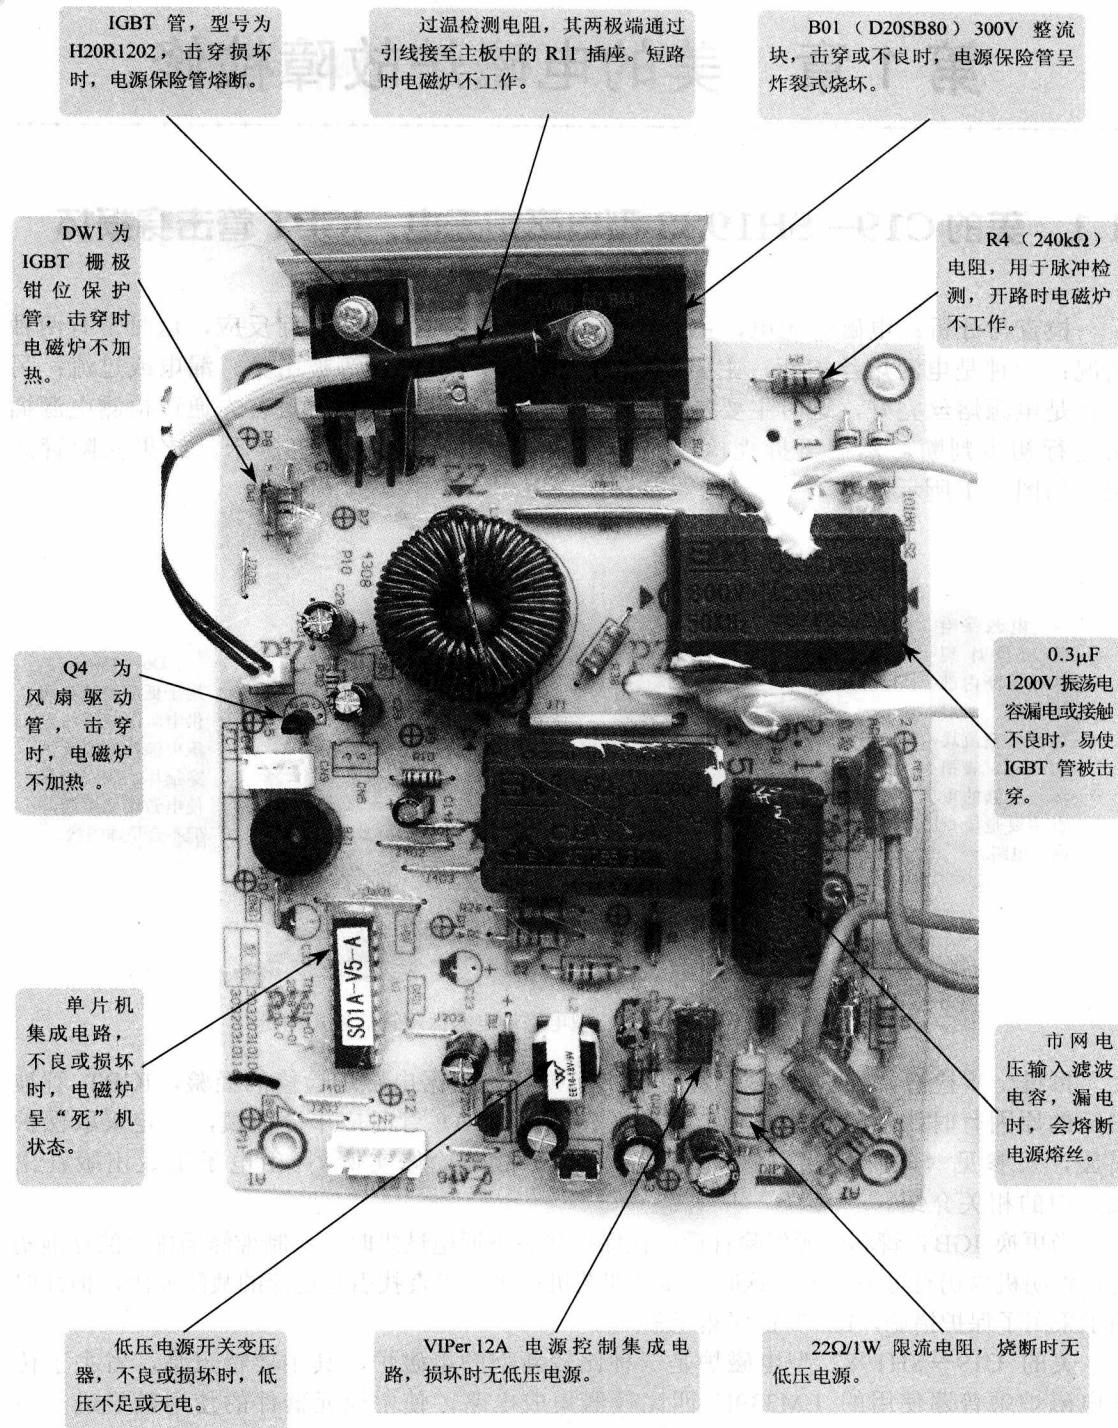
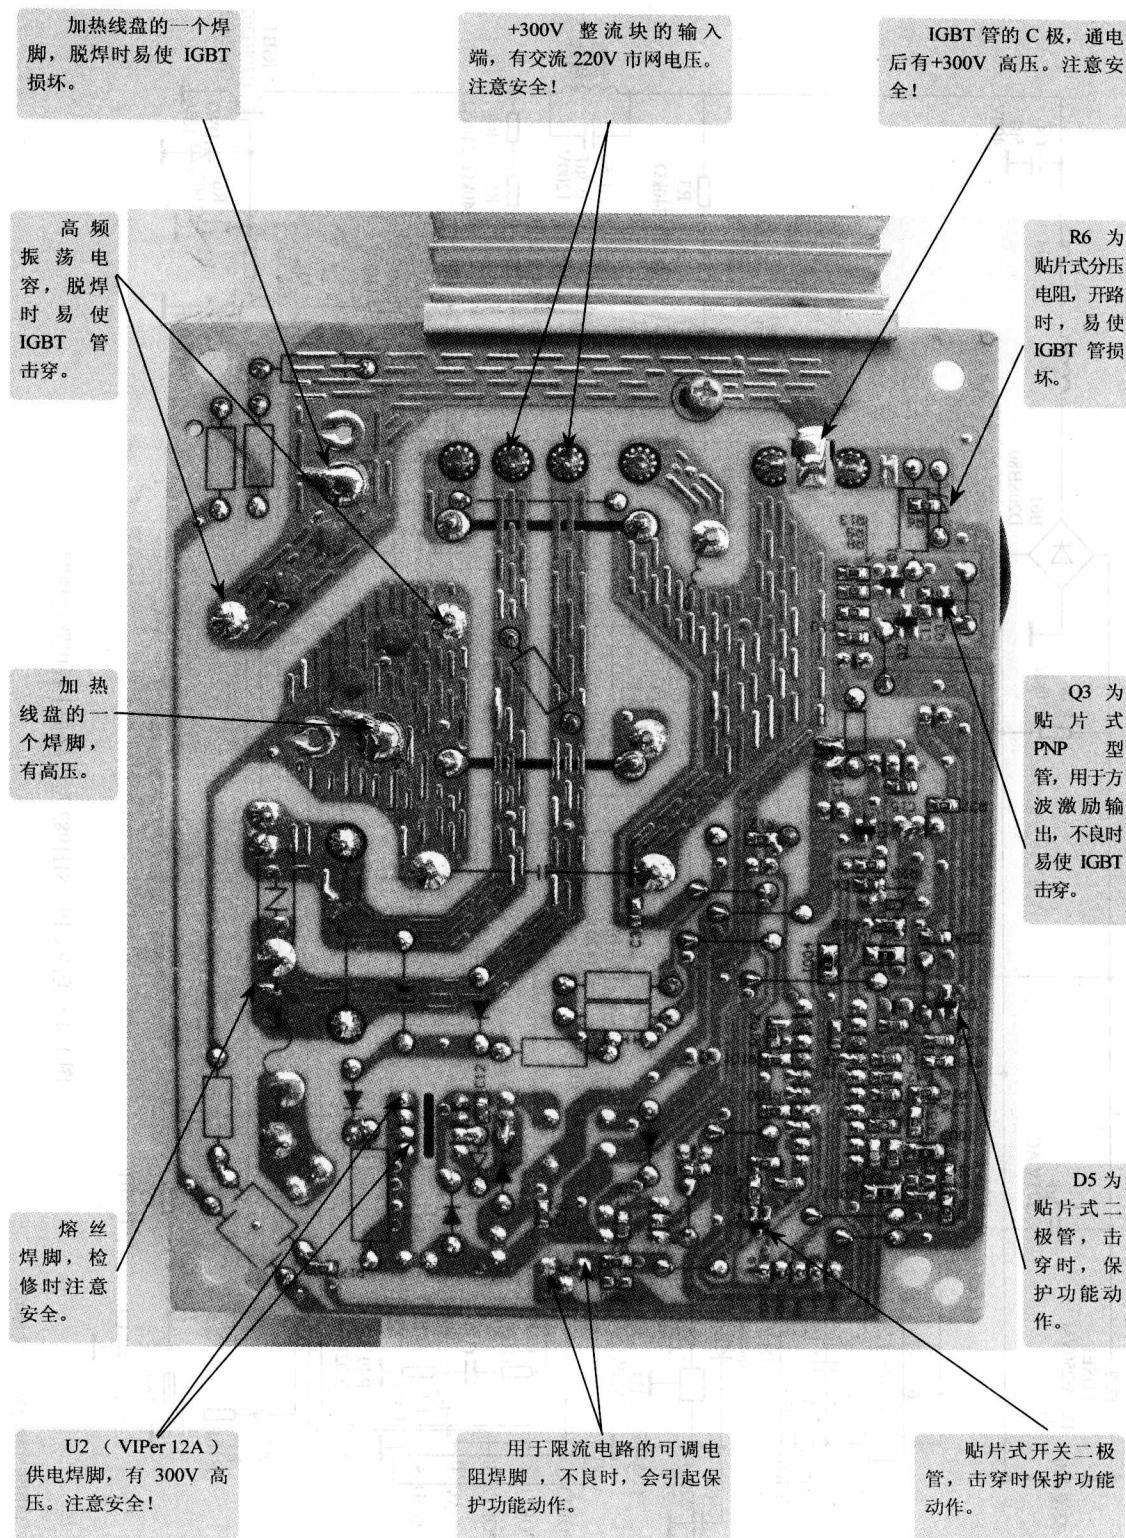
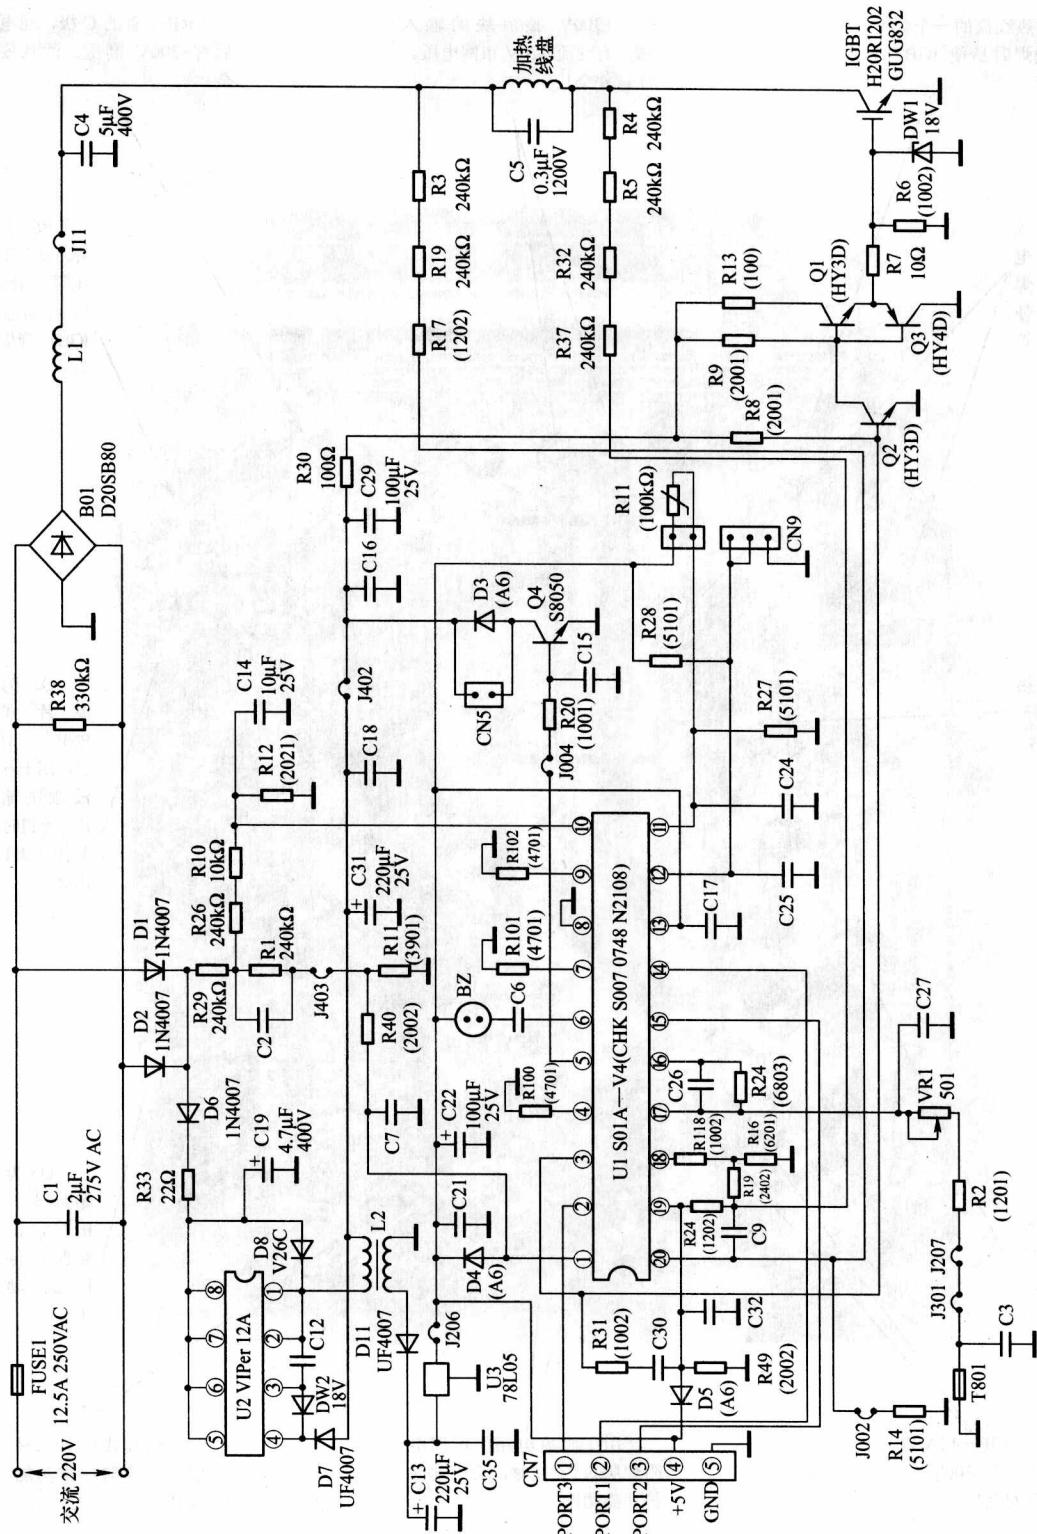
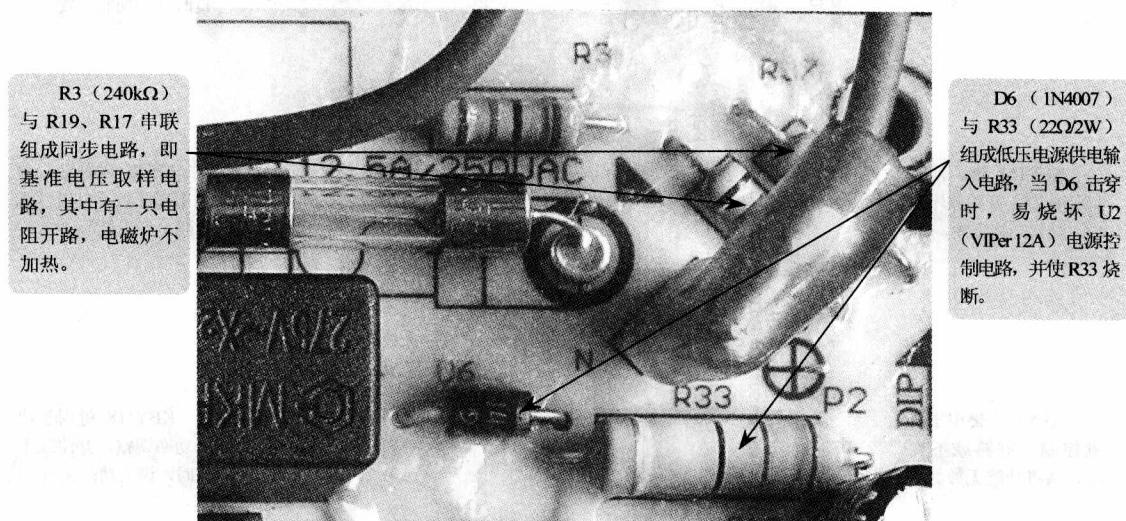

图 1-2 美的 C19-SH1982 型电磁炉主板元器件实物图
图 1-3 美的 C19—SH1982 型电磁炉主板印制板电路实物图
图 1-4 美的 C19-SH1982 型电磁炉主板电路原理图
图 1-6 美的 C19—SH1982 型电磁炉 R3 基准电压取样电阻实物图
美的 C19—SH1982 型电磁炉是一种比较新型的电磁炉, 其主要特点是, 省去了传统电磁炉中普遍使用的 LM339N 四比较器集成电路, 使主板元器件的使用数量进一步减少。其主板元器件实物图如图 1-2 所示, 主板印制板电路实物图如图 1-3 所示, 电路原理图如图 1-4 所示。
①	STB	10.0	16.0
②	CLK	10.0	16.0
③	DA	8.0	16.0
④	+5V	6.3	13.0
⑤	GND	0	0
经检查, U1 的③脚始终输出 0.6V 高水平, 因而说明 Q2 也一直是处于截止状态(电路原理图如图 1-4 所示)。再进一步检查, 发现最终是 R3 呈开路性损坏, 如图 1-6 所示。用 240kΩ 碳膜电阻更换后, 故障被排除。
小结: 在如图 1-6 所示中, R3 与 R19、R17、R14 等组成基准电压取样电路, 并将取样电压送入 U1 (S01A—V4) 的②脚, 其电路原理与采用 CM339N 四比较器中的同步电路相同, 因此, 当 R3 或 R19、R17 中有一只电阻开路时, U1 的②脚就无基准电压输入, 进而使 U1③脚输出高电平 (0、6V), Q2 截止, IGBT 管不工作, 电磁炉处于待机保护状态。